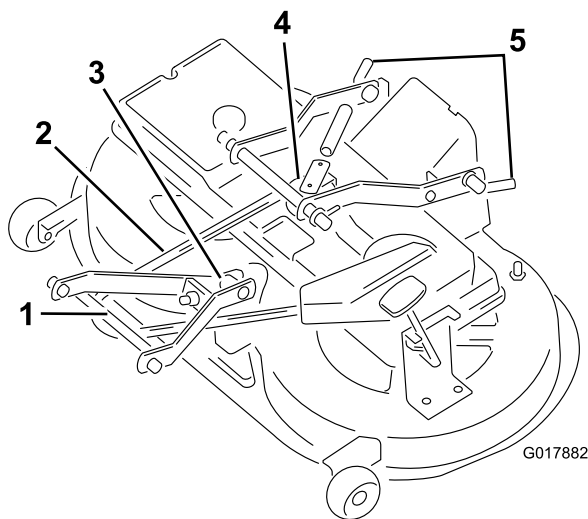

Figure 45
9. Tirez l'ensemble bras de poulie de tension vers l'intérieur et déposez la courroie trapézoïdale de la poulie (Figure 45).
11. Retirez la goupille entre la tringlerie du bras avant et le carter de tondeuse (Figure 45).
12. Enlevez la courroie trapézoïdale de la poulie du moteur (Figure 45).